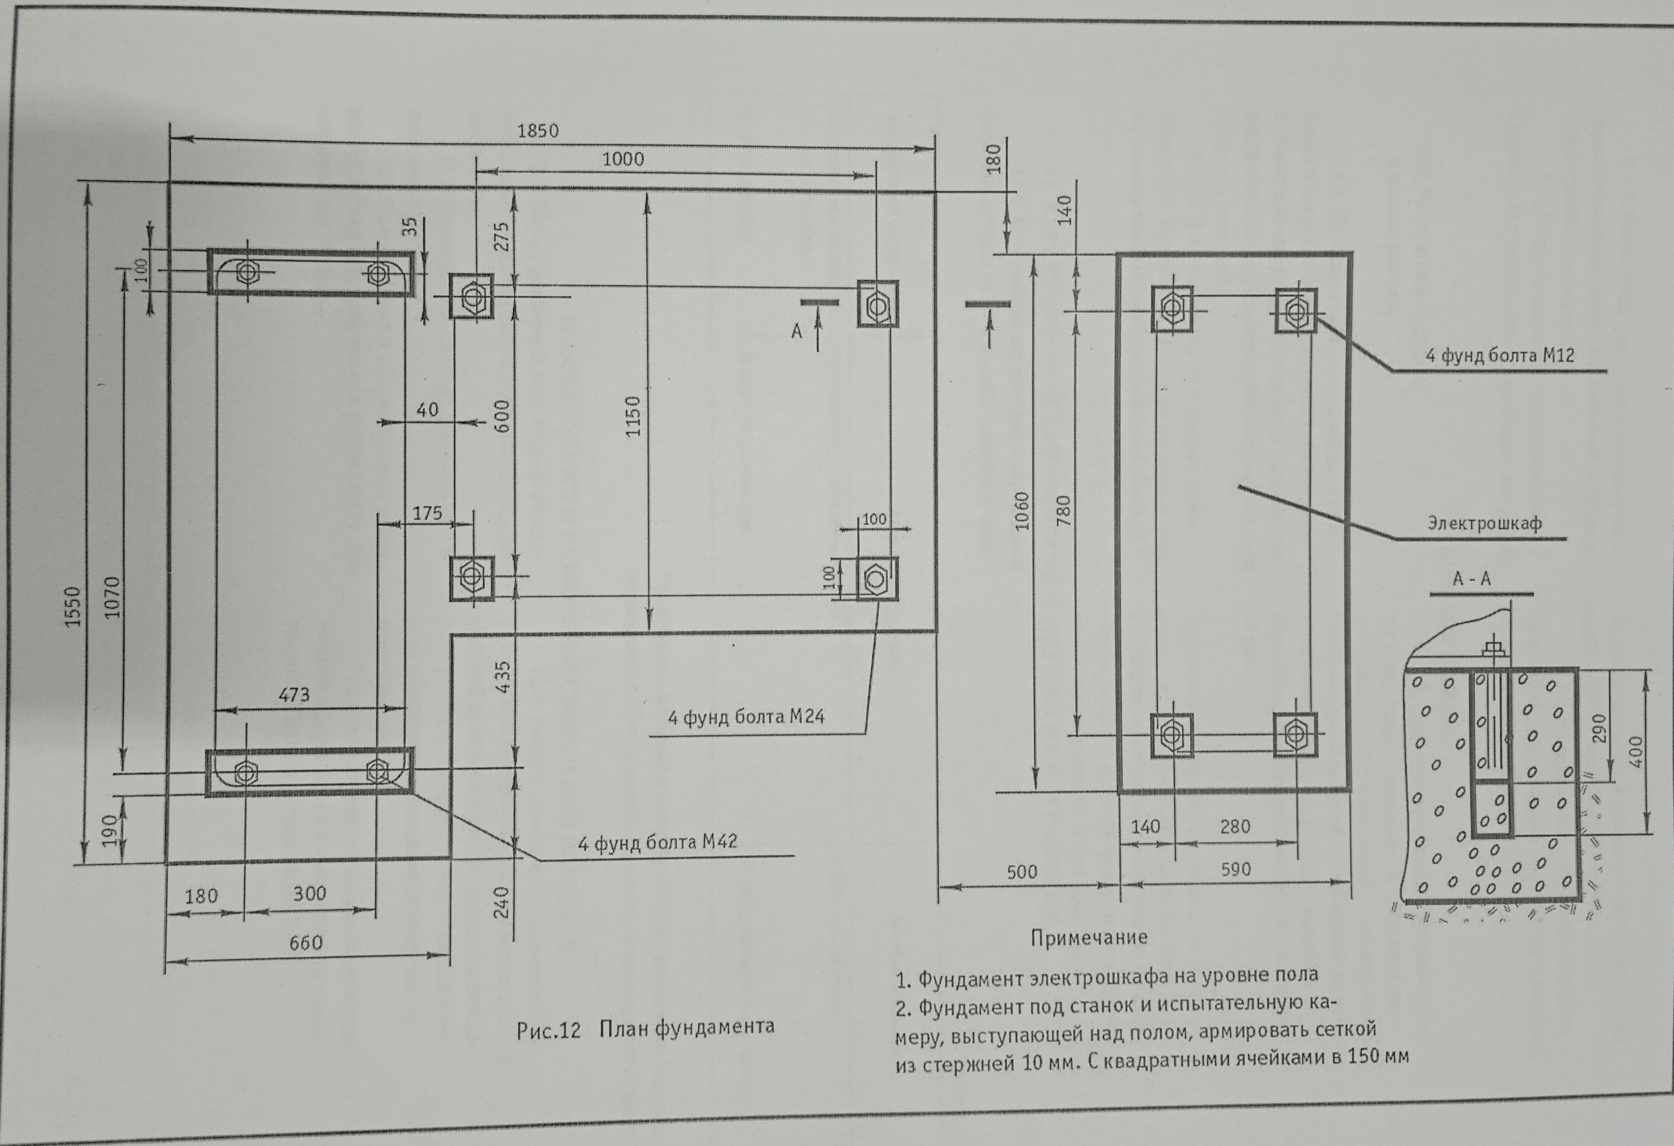

Рис.12 План фундамента
9.2.1. Схема установки приведена на рис. 12.